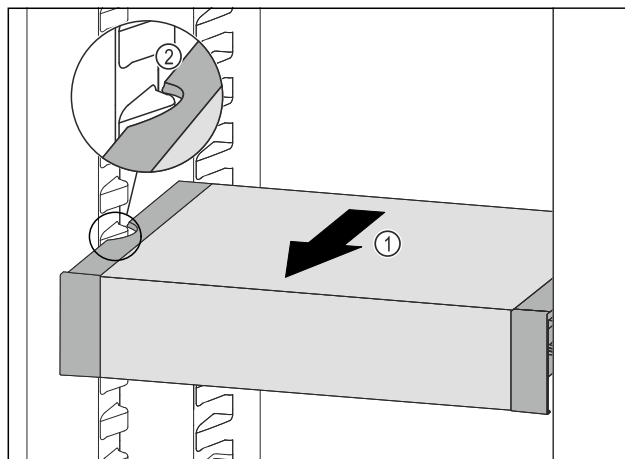

Fig. 128
- ▶ Træk VarioSafe fremefter Fig. 128 (1), indtil udsparringerne i siden på VarioSafe er på niveau med beholderribben i kølesektionen. Fig. 128 (2)